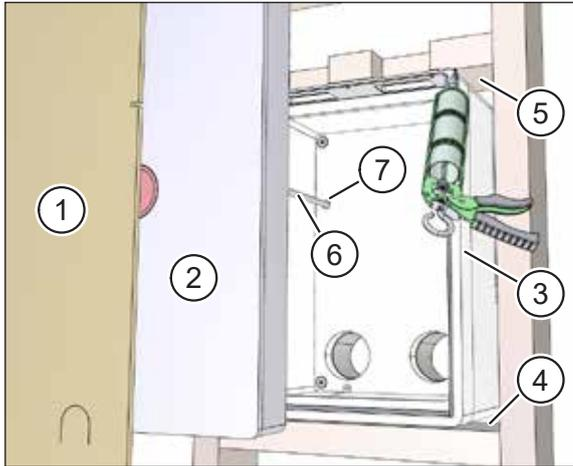

Abb. 50: Mauerkasten einsetzen und fixieren
- ▶ Entfernen Sie den Putzschutzdeckel (Pos. 1 in Abb. 50) und den Schutzdeckel (Pos. 2 in Abb. 50) vom Mauerkasten (Pos. 3 in Abb. 50).
- ▶ Bestreichen Sie die Oberseite des unteren Riegels (Pos. 4 in Abb. 50) und die Unterseite des oberen Riegels (Pos. 5 in Abb. 50) mit Montagekleber.
- ▶ Fädeln Sie das Netzkabel und ggf. das Steuerkabel (Pos. 6 in Abb. 50) durch den Kabeleinlass im Mauerkasten (Pos. 7 in Abb. 50).